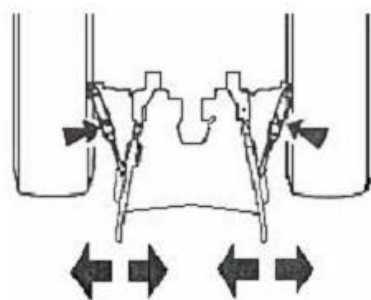

Рис. 6 Закрепление нижних рычагов.
4. Заблокируйте винтовыми раскосами нижние рычаги от поперечного перемещения (качания) (рис. 6).